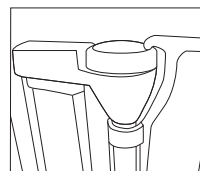

図4
④ ヒンジ B にキャップ C をはめ込みます。
⑤ ヒンジ D にキャップ A をはめ込みます。
⑥ 図4のように**1**で組み立てた壁固定具の上部を、キャップCに添わせます。